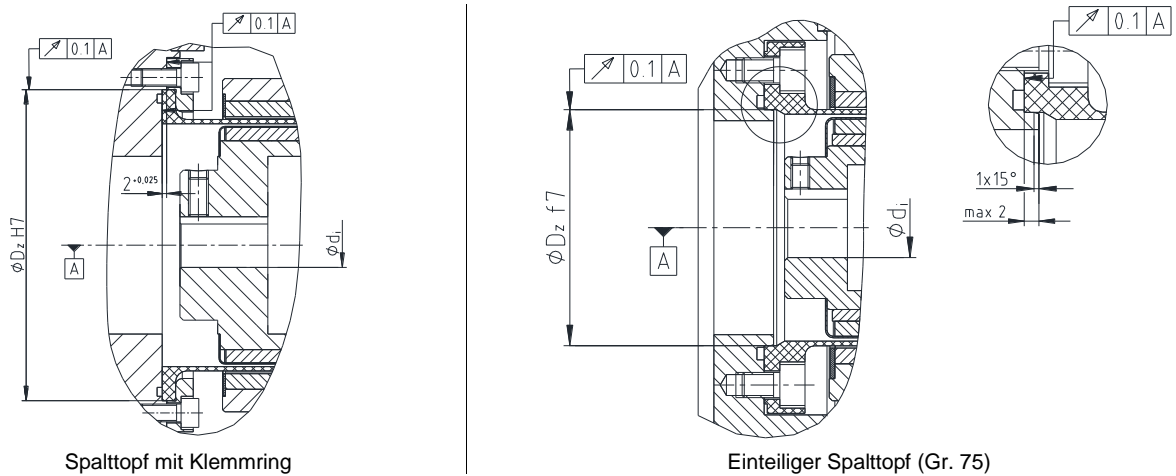

Bild 8: Tolerierung abtriebsseitiger Anschlusssteile
- Bei der Herstellung der Pumpenwelle und der Adapterplatte für den Spalttopf sind die Rund- bzw. Planlaufgenauigkeiten (siehe Bild 8) einzuhalten.
Sehen Sie eine Toleranz H7 für die Zentrierung des Spalttopfes vor (siehe Bild 8, links).
Sehen Sie eine Toleranz f7 für die Zentrierung des Spalttopfes vor (siehe Bild 8, rechts).